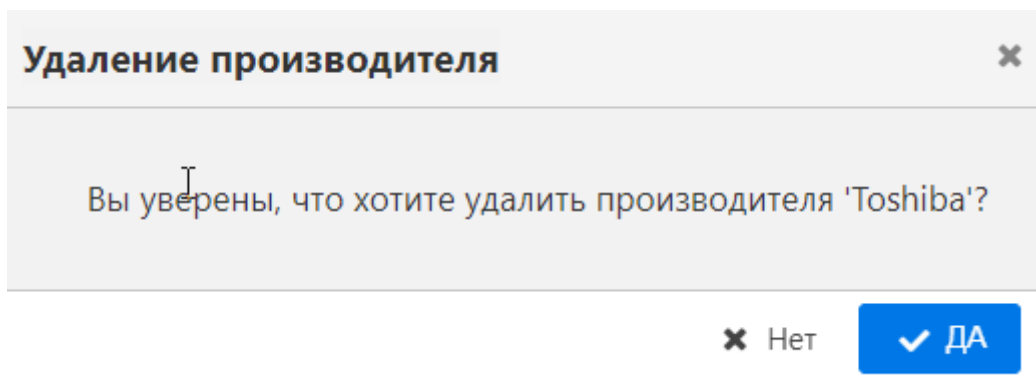

Рисунок 29 – Диалоговое окно для подтверждения удаления
- выбрать необходимую модель и нажать на кнопку **УДАЛИТЬ**. Откроется диалоговое окно для подтверждения удаления (рисунок 29);